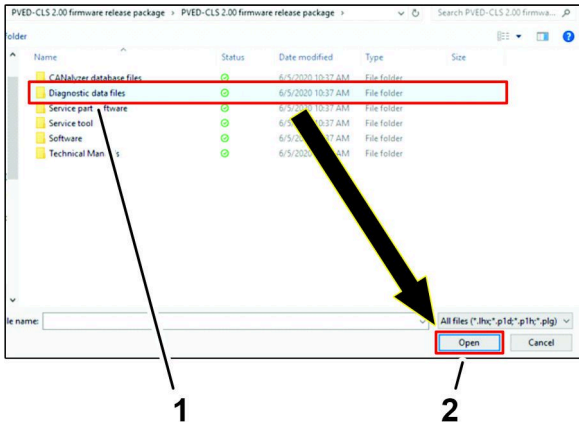

**Figure 57**
5. Cliquez sur le fichier BOOT-\_CLS-\_M\_R385\_KWP2000-\_1115347\_... puis sur l'icône OUVRIR (Figure 57).